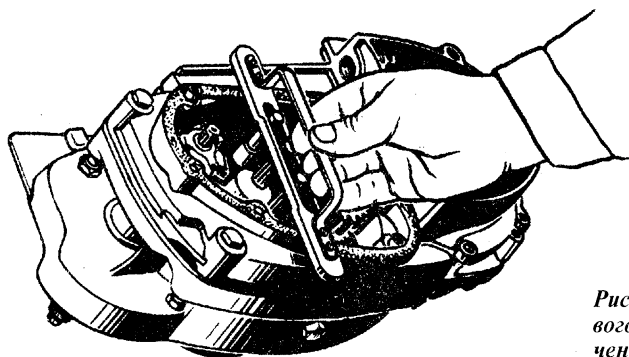

Рис. 3.19. Определение осевого зазора вала переключения передач
– проверить осевой зазор вала переключения передач с помощью калибра К-7 (см. табл. 7.4) и рис. 3.19. В одном из положений калибра опорная шайба должна плотно прижиматься к нему, в другом – свободно вращаться. Это обеспечивает зазор между опорной шайбой и бобышкой крышки от 0,2 до 0,4 мм.